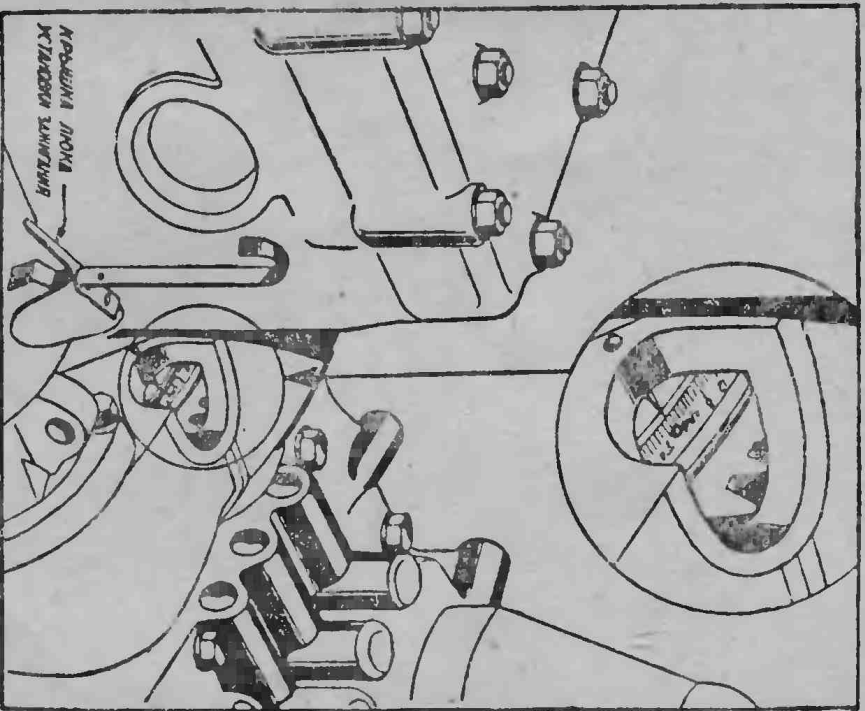

Рис. 18. Окно для установки коленчатого вала в положение верхней мертвой точки в первом и шестом цилиндрах.
**Установка зажигания производится по шкале, записанному в маховике между буквами М и Т.** На маховике нанесена шкала, предназначенная по оси и шкала  $\pm 12^\circ$  по обе стороны мертвой точки в первом цилиндре (считая от дататора). Эти метки можно видеть через окно в картере маховика, расположенное у стартера (рис. 18.). Размыкание тока прерывателем при установке зажигания должно происходить в момент, соответствующий верхней мертвой точке хода сжатия в первом цилиндре. Соответственно, ротор должен быть расположен против клеммы провода первого цилиндра (в крышке расширителя).